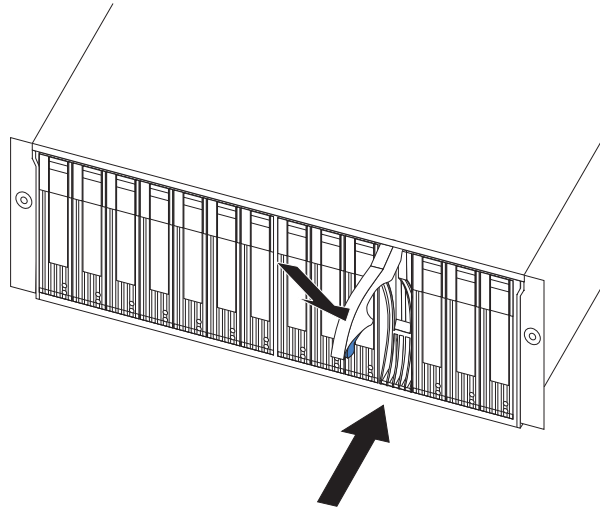

Figura 39. Cómo cerrar el asa de la bandeja de la unidad de disco duro de intercambio dinámico
- b. Presione el asa de la bandeja hasta la posición cerrada (pestillo cerrado), tal como se muestra en la Figura 39 en la página 47.